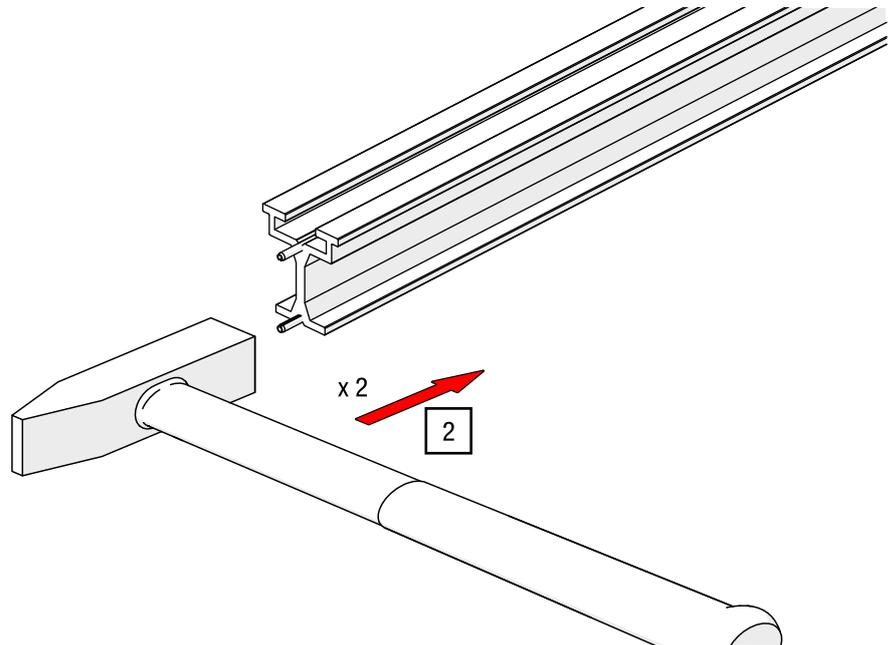

Abb. 43: Schienenverbinder – Verbindungsstift einhämmern
2. Hämmern Sie die Verbindungsstifte vorsichtig bis zur Hälfte in die Schiene (siehe Abb. 43).